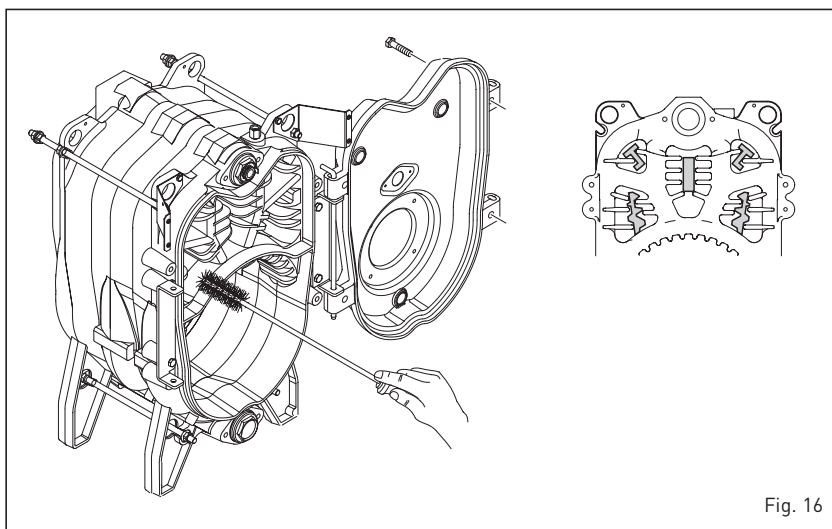

Fig. 16
4.7.1 Nettoyage des passages de fumée (fig. 16)
Pour nettoyer les passages de la fumée du corps de la chaudière, utiliser un goupillon. Après l'opération d'entretien, remettre les ailettes à leur position initiale (fig. 16).
tiale (fig. 16).